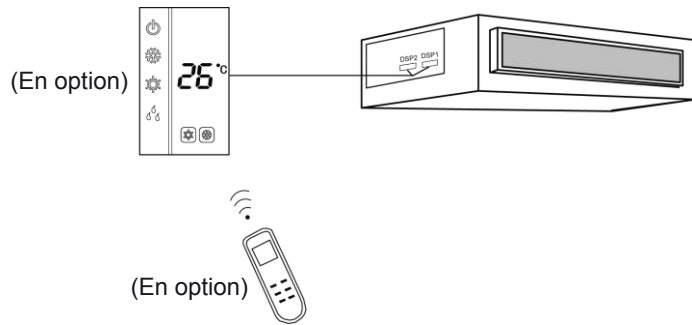

Fig 5.4.2
2) La fig 5.4.2 montre l'installation de la télécommande.